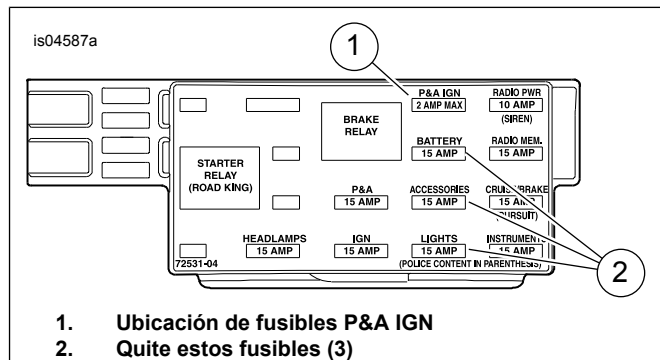

Figura 14. Cavidad del fusible P&A IGN (modelos Touring de 2004 a 2007)
3. **TODOS los modelos:** Vea Figura 14 . Localice la cavidad del fusible marcada como «P&A IGN», «2 A MAX» (1). Debe haber una barra colectora alimentando un lado de este circuito pero no habrá un cable ni un fusible de acoplamiento. Retire los tres fusibles (2) actualmente instalados en esta fila, tomando en cuenta su ubicación.